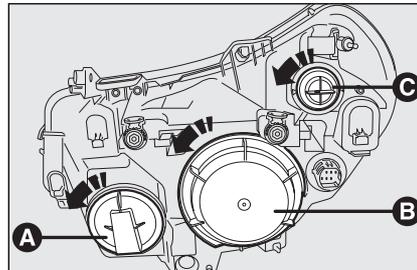

Abb. 20
Zum Auswechseln der Glühlampen für Fernlichter muss der Deckel **A-Abb. 20** entfernt werden.
Zum Auswechseln der Glühlampen für Abblend-/Standlichter muss der Deckel **B-Abb. 20** entfernt werden.
Zum Auswechseln der Glühlampen für Blinker muss die Lampenhalterung **C-Abb. 20** entfernt werden.
- Die Schutzkappe **B-Abb. 20** abnehmen, indem sie gegen den Uhrzeigersinn gedreht wird;
- Die Schutzkappe **B-Abb. 20** durch Drehen im Uhrzeigersinn wieder einsetzen, und die richtige Befestigung sicherstellen.
- Die Schutzkappe **A-Abb. 20** abnehmen, indem sie gegen den Uhrzeigersinn gedreht wird;
- Die Schutzkappe **A-Abb. 20** durch Drehen im Uhrzeigersinn wieder einsetzen, und die richtige Befestigung sicherstellen.